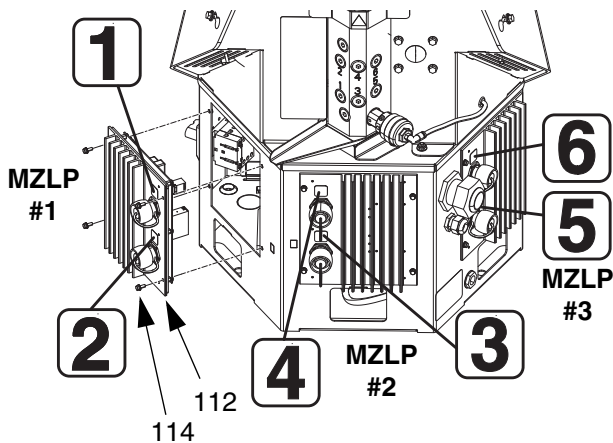

FIG. 47
2. Retire la puerta de acceso delantero del armario eléctrico (10).
3. Desconecte los conectores eléctricos de la manguera térmica del MZLP (112).
4. Observe la ubicación de cada cable, y desenchufe después todos los cables del MZLP (112) que se reemplazarán. Consulte FIG. 47.
5. Retire los cuatro tornillos (114) que sujetan el MZLP (112) al armario eléctrico (1); luego, con cuidado, retire el MZLP del armario eléctrico. Consulte FIG. 47.
6. Reemplace el MZLP. Vea la FIG. 47 para identificar el MZLP N° 1, el MZLP N° 2 y el MZLP N° 3.
- b. Para reemplazar el MZLP N° 3, retire el puente (135) del conector J5 del MZLP N° 3 y vuelva a instalarlo en el conector J5 del nuevo MZLP N° 3.
2. Aplique etiquetas adhesivas al nuevo MZLP. Consulte FIG. 47.
3. Use los cuatro tornillos (114) para instalar el MZLP (112) en el armario eléctrico (1).
4. Vuelva a conectar los cables en el MZLP (112).